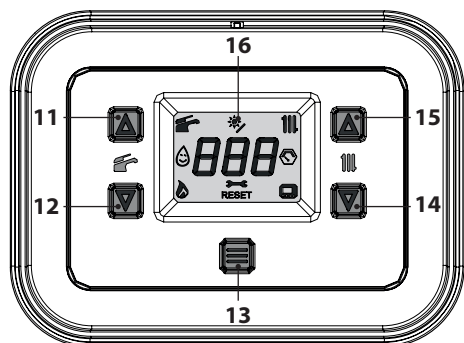
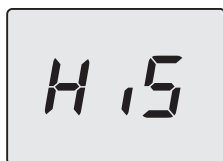

Figura 7.3
Figura 7.4
- Entrare in "modalità programmazione" premendo contemporaneamente per 5 secondi i tasti 12 e 14 (Figura 7.3) fino a far apparire sul display LCD le lettere **HiS** che indicano il menu "Storico delle caldaie" (Figura 7.4).